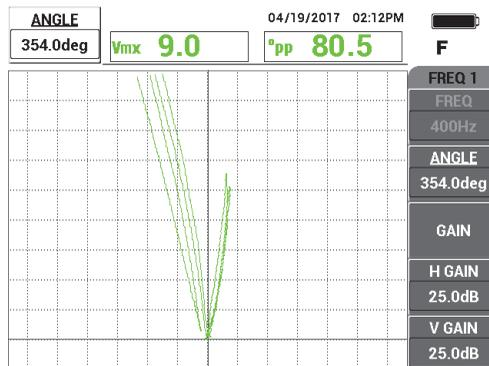

Figura 5-214 Ajuste de fase de la señal
3. Pulse la tecla ANGLE (\angle); después, gire la señal hasta que las señales provenientes de los surcos de diámetro externo se dividan por el retículo vertical (vea la Figura 5-214 en la página 303).